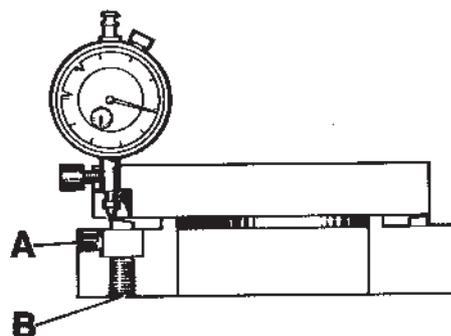

Fig. 45. Réglage de l'acier de coupe
4. Si nécessaire, desserrer la vis de verrouillage A, figure 45 (6 P 4 mm) et la vis réglage B (6 P 5 mm) de quelques tours. Enfoncer le porte-outil et serrer un peu la vis de verrouillage de façon à ce qu'elle vienne s'appuyer contre ce porte-outil.
5. Placer la pointe du comparateur contre le point le plus haut de l'acier de coupe et régler la vis (B) jusqu'à ce que le comparateur indique 0,10 mm. Serrer la vis de verrouillage (A).
1. Desserrer la vis de verrouillage (A, figure 45) et visser la vis de réglage (B) de façon à ce que le porte-outil puisse être déposé de la tête de fraisage.